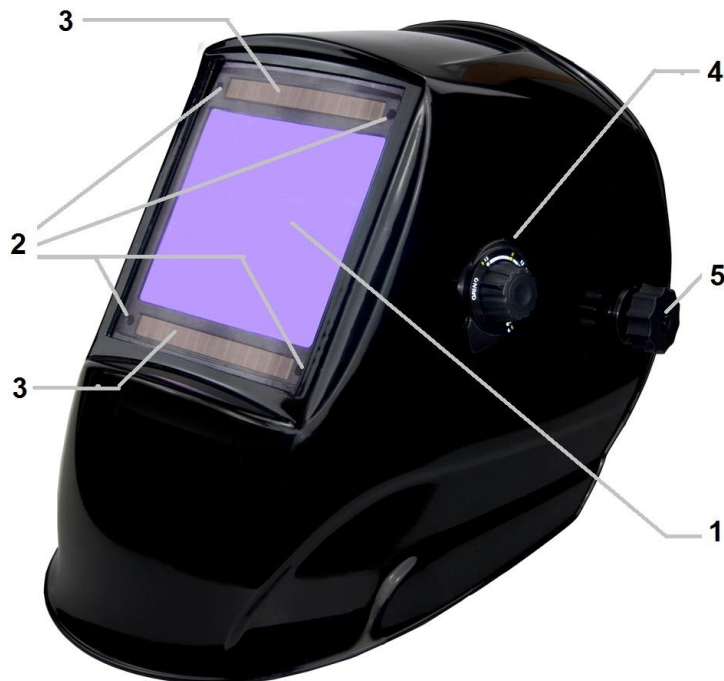

Рис. 1
- 4.3 Выбор уровня затемнения. Иницируя дугу, светофильтр темнеет мгновенно. В соответствии с техническими требованиями, пользователь может установить уровень затемнения вращением регулятора 4 рис. 1,
Вращая регулятор 7 (рис. 1) на внутренней стороне светофильтра, время, занимаемое для переключения в прозрачное состояние после окончания процесса сварки, может быть установлено больше или меньше (только для моделей PRIMA, ALPHA и BETA). Вращая в сторону MIN: время переключения в прозрачное состояние после сварки уменьшается. Эта установка идеально подходит для сварки серии коротких швов.
4.5 Установка уровня чувствительности (только для моделей PRIMA, ALPHA, BETA). Вращая рукоятку выбора уровня чувствительности 6 (рис. 1) на внутренней стороне светофильтра, можно изменить чувствительность к изменениям внешнего освещения. Переключение на MIN: фоточувствительность датчиков уменьшается. Эта установка идеально подходит для сварки на больших токах и в условиях яркого освещения (искусственного или солнечного света). Переключение на MAX: подходит для сварки на малых токах и/или при условии скудного освещения. Подходит для аргонно-дуговой сварки. Если маска используется в нормальных условиях, установите чувствительность примерно посередине.
4.6. Для маски PRIMA доступна функция выбора диапазона регулирования уровня затемнения. Для выбора диапазона DIN 5-9 переведите переключатель 8 рис.1 влево, для выбора диапазона DIN 9-13 – переведите переключатель вправо. Регулировку уровня затемнения производите регулятором 4, на котором нанесено 2 шкалы. Диапазон DIN 5-9 (более светлый светофильтр) используйте для сварки на малых токах, особенно при аргонно-дуговой сварке.